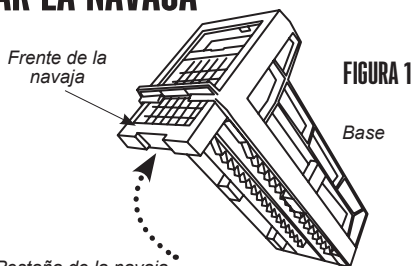

FIGURA 1
1. Inserte la navaja primero por el extremo de la pestaña a través de la ranura del fondo de la base. El frente de la navaja debe ver hacia afuera (FIGURA 1). La navaja se engancha en su lugar.